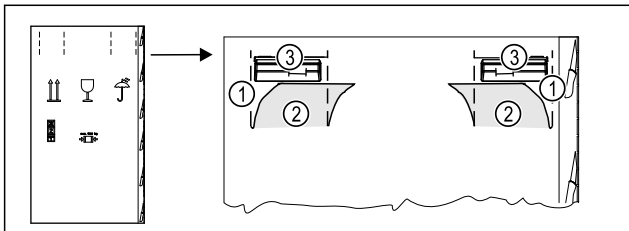

Fig. 3
- ▶ Druk het verpakkingskarton aan de bovenkant van de perforatie Fig. 3 (1) in.
- ▶ Trek de ingedrukte lipjes Fig. 3 (2) naar buiten.
- ▶ De draagbeugel Fig. 3 (3) is rechts en links zichtbaar.
- ▶ Houd het apparaat vast aan de draaggrepen Fig. 3 (3).